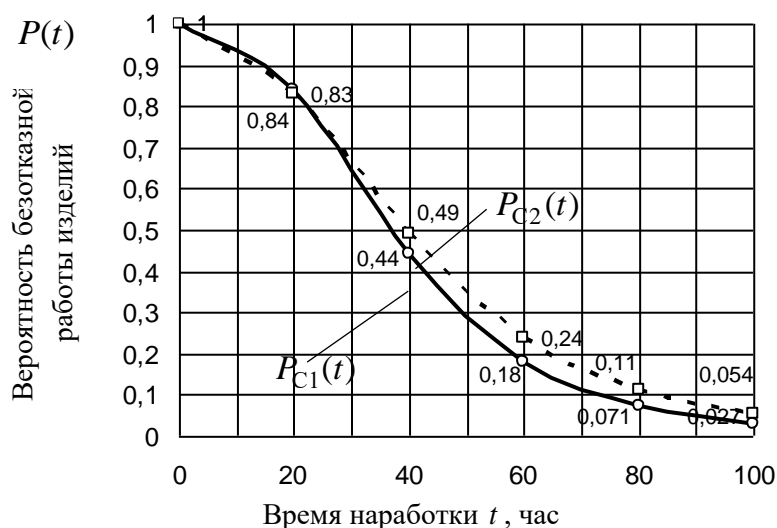

Рис. 4. Зависимости интенсивность отказа изделий от времени наработки
1. Определяем вероятность безотказной работы каждого изделия в интервале наработки до  $t=100$  час через равные интервалы времени. В нашем примере целесообразно выбрать пять интервалов равных  $t_i=20$  час каждый. Результаты расчетов записываем в табл. 1 и строим по ним график зависимости вероятности безотказной работы систем от времени наработки  $P_C = f(t)$  (рис. 4). Следует помнить, что при увеличении числа интервалов повышается точность построения графика.
**Выводы:** Как видно из графиков (рис. 4) при наработке до  $t=50$  час вероятность безотказной работы обоих изделий практически одинакова  $P_{C1}(t) \approx P_{C2}(t)$ . При увеличении времени наработки в диапазоне  $t=50 \dots 100$  час вероятность безотказной работы второго изделия  $P_{C2}(t)$  больше в 1,11...2,0 раза.